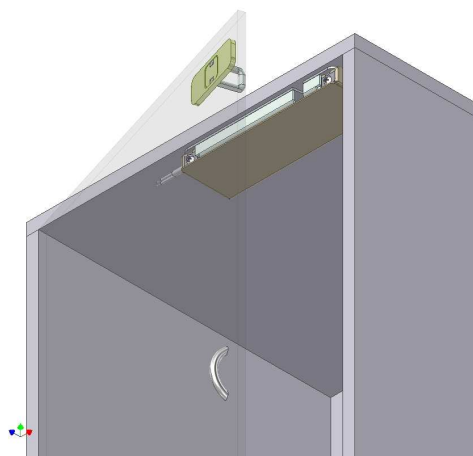

Рис.6 Установка замка для стеклянной двери.
- монтажный комплект **МК AL-250UZ-Glass** для стеклянных дверей (Рис.6);